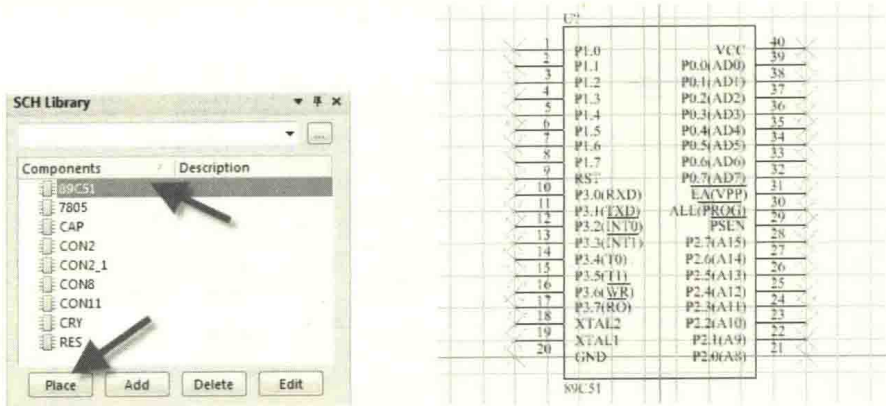

图 4-115 放置“89C51”元件
(1) 双击打开原理图页，进行准备设置。
(2) 再次进入元件库，在元件列表中选择需要放置的元件，如“89C51”，单击“Place”按钮，这个时候鼠标指针会自动跳转到原理图页，并且鼠标指针附着“89C51”这个元件，单击放置在原理图页的合适位置，如图 4-115 所示。